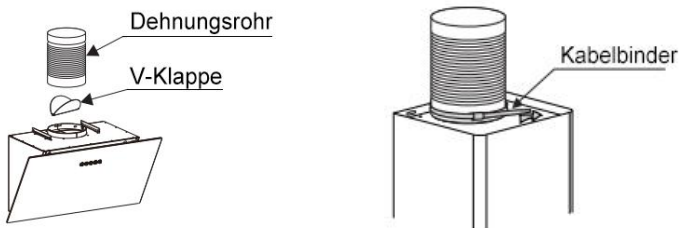

Bild 3
5. Bringen Sie die V-Klappe an der Dunstabzugshaube an und sichern Sie das Expansionsrohr mit einem Kabelbinder am Luftauslass. Siehe Bild 3